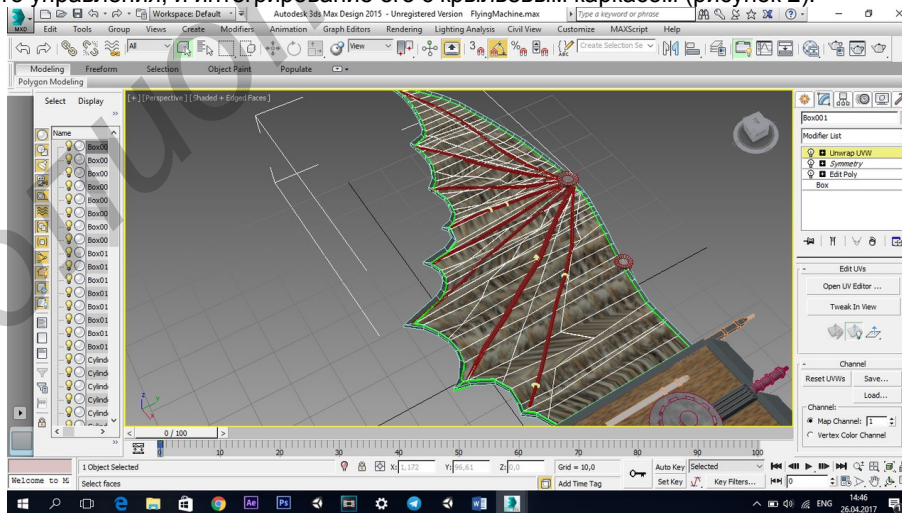

Рис. 2 – Интегрирование основного корпуса с крыльевым каркасом
3. Создание основного корпуса, проработывание его составляющих деталей, в частности, рулевого управления, и интегрирование его с крыльевым каркасом (рисунок 2).